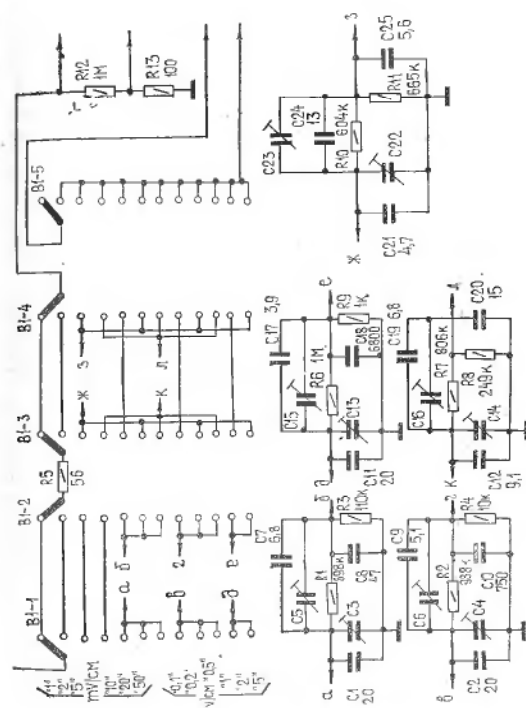

Рис. 2. Аттенюатор.
**5. 2. 1. Входной аттенюатор** представляет собой частотно-компенсированный делитель напряжения (рис. 2).